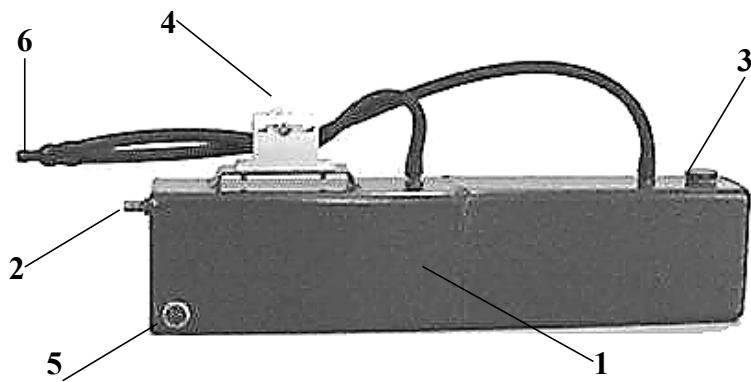

Рис.3. Внешний вид охладителя - обогатителя.
Это устройство позволяет дозированно с помощью колеса-регулятора 4 (рис.3) вводить в газовую смесь пары летучих углеводородов (бензол, бензин, ацетон, спирт и т.п.). Полученная газовая смесь по шлангам поступает в горелку 5 (рис.2), оснащенную встроенным «сухим» пламегасителем. Количество произведённой газовой смеси, а значит сила пламени, регулируется **регулятором тока**. Если производительность установки не соответствует диаметру сопла горелки или засорены газовые магистрали, то внутри электролизёра увеличивается давление. При превышении давления над 0,4 атм. срабатывает датчик давления, который выключает ток через электролизер, подает непрерывный звуковой сигнал, при этом загорается крайний правый светодиод.
4.2 Внешний вид охладителя-обогатителя приведен на рис. 3.
7.3. Заправить охладитель-обогатитель (если это необходимо для работы) углеводородом (например, бензолом, бензином, спиртом, ацетоном). Для этого вывинчивают пробку **3** (рис.3) и в образовавшееся отверстие заливают до 150 мл бензина или другого углеводорода (приблизительно на **1-1,5 часа** непрерывной работы). Затем завинчивают пробку на место. По мере работы необходимо доливать углеводород в охладитель-обогатитель.
углеводорода происходит при перемещении колеса регулятора **4** (рис.3) из одного крайнего положения в другое. При этом характер и цвет пламени меняется от окислительного (сплошное жёлтое пламя), до восстановительного (голубое пламя). Для сварки стали необходимо добиться, чтобы длина голубого язычка пламени (ядра) достигала длины 4-5 мм. Для сварки рекомендуется устанавливать сопло большего диаметра, для резки - меньшего диаметра.
7.9. Гасить горелку нужно резко сдув пламя, как при гашении свечи. После этого выключить электролизёр. Для того чтобы легче было сдувать пламя, нужно **увеличить расход газа** ручкой **1** (рис.2) и/или перевести колесо регулятора **4** (рис.3) в режим **наибольшего обогащения** газа парами углеводорода. Если и в этом случае загасить
Кроме того, необходимо периодически через сливное отверстие **5** (рис.3) сливать накопившийся в охладителе-обогатителе конденсат.
Если регулирование состава пламени в соответствии с п.7.7 ухудшилось или не происходит совсем (что может произойти, например, при опрокидывании *охладителя-обогатителя* или при переполнении его отстоем и тяжелыми фракциями углеводорода), необходимо его **промыть**. Для этого: отсоединяют шланги от всех трёх штуцеров охладителя-обогатителя, вывинчивают пробку 3 (рис.3) и помещают охладитель-обогатитель под струю воды. После заполнения воду выливают. Затем промывку повторяют 2-3 раза.